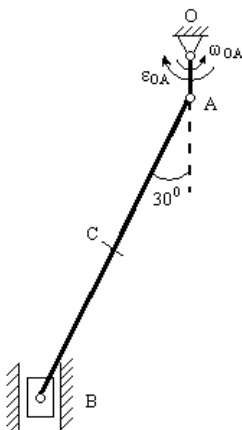

Рис. 113
Дано : схема механизма в заданном положении (рис. 113) исходные данные (табл. 3).
1. Определение скоростей точек и угловой скорости звена (рис.113).